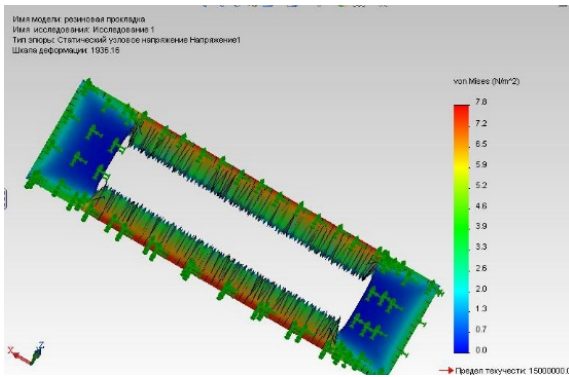

Рис. 6.10. Диаграмма эквивалентных напряжений по Мизесу
13. Результаты вычислений показаны на рис. 6.10–6.12.